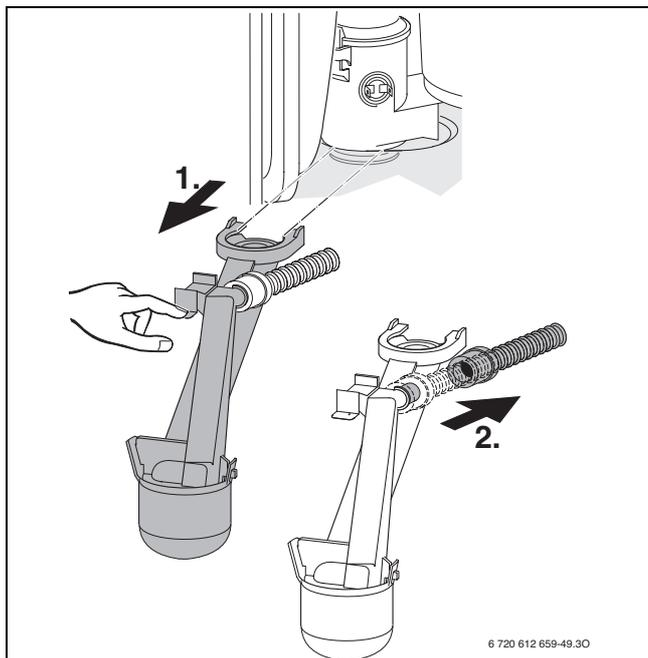

Bild 66
- ▶ Kondensatsiphon ausbauen (→ Bild 66) und geeignetes Gefäß unterstellen.